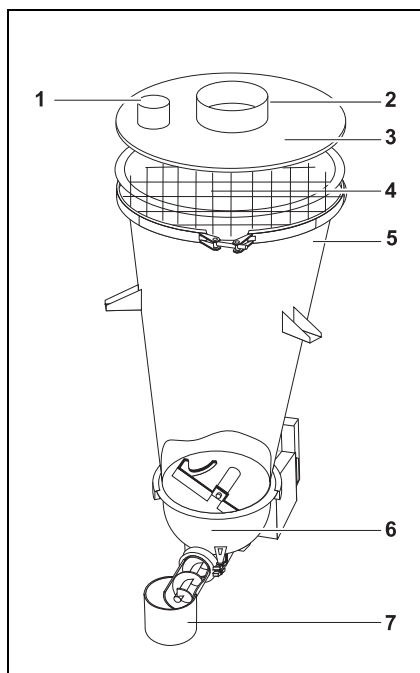

Fig. 2.2 Dispositifs de sécurité
- sur l'entonnoir de l'agitateur (voir Fig. 2.2/6)
- sur le tube de la vis (voir Fig. 2.2/7)
- sur l'entonnoir (voir Fig. 2.2/5)